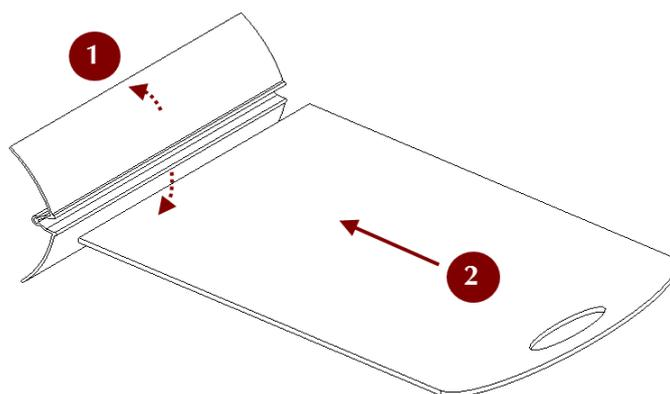

Рис. 12.18: Сборка калибровочного стенда
3. Вставьте доску в образовавшуюся щель, как показано на Рис. 12.18.